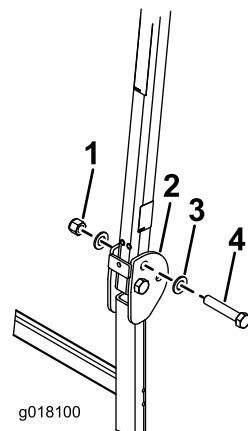

Рисунок 15
2. Установите шайбу (13/16 x 1 $\frac{1}{2}$ дюйма) на каждый болт ($\frac{3}{4}$ x 4 дюйма), как показано на Рисунок 15.
3. В отверстия, из которых были извлечены штифты, установите болты с шайбами (Рисунок 15).
4. Установите еще по одной шайбе на каждый болт и закрепите с помощью гаек ($\frac{3}{4}$ дюйма), как показано на Рисунок 15. Затяните гайки с моментом от 323 до 396 Н·м.
5. Затяните болт оси поворота конструкции ROPS (Рисунок 15) с моментом 91 – 113 Н·м, чтобы предотвратить любые вибрации защитной дуги и солнцезащитного навеса.